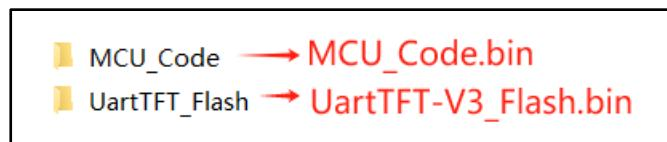

图 2-5：文件和文件夹格式
2、文件目录要求：格式化完成后，在 SD 卡根目录下建立 **UartTFT_Flash** 文件夹，将需要更新的 bin 文件放入对应的文件夹（文件和文件夹名称不能修改）如图 2-5 所示。